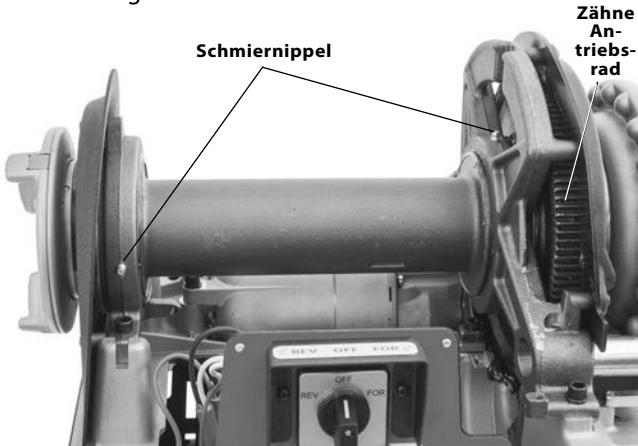

Abbildung 29 – Schmierpunkte
Entfernen Sie je nach Häufigkeit der Nutzung alle 2 bis 6 Monate die obere Abdeckung und geben Sie mit einer Fett presse Hochdruckfett (EP) auf Lithium-Basis in die Schmiernippel der Wellenlager (Abbildung 29). Tragen Sie eine kleine Menge Schmierfett auf die freiliegenden Zähne des Antriebszahnrad auf.